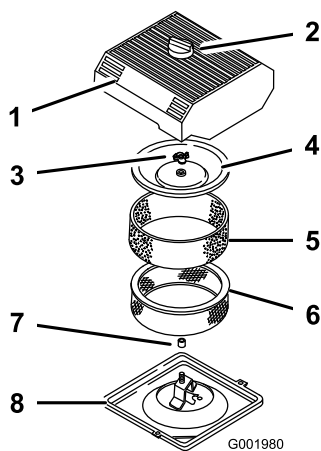

Figura 43
3. Para evitar qualquer dano, limpe à volta do filtro de ar para impedir a entrada de impurezas para o interior do motor (Figura 43).
- Desaperte o botão existente na parte superior do filtro de ar e retire a cobertura (Figura 43).
- Retire cuidadosamente o filtro de esponja, passando pelo filtro de papel (Figura 43).
- Desaparafuse a porca da cobertura e retire a cobertura e o filtro de papel (Figura 43).
- Coloque cuidadosamente o filtro de esponja, passando pelo filtro de papel (Figura 43).
3. Coloque a porca da cobertura e aperte contra a cobertura (Figura 43).
4. Coloque a cobertura do filtro de ar e o botão (Figura 43).